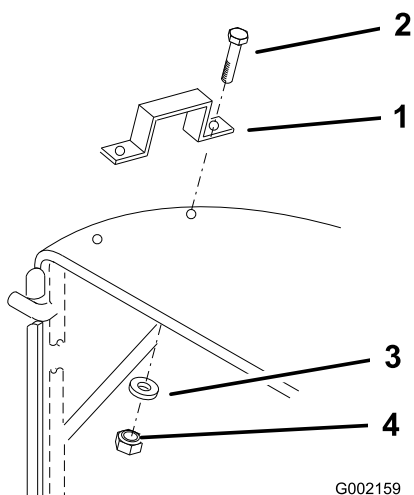

Figura 6
5. Introduzca 2 pernos ($\frac{1}{4}$ " x 1") desde fuera a través de cada tirador y del tejido, y sujételos con 4 arandelas ($\frac{1}{4}$ ") y contratuercas ($\frac{1}{4}$ "), como se muestra en la Figura 6.